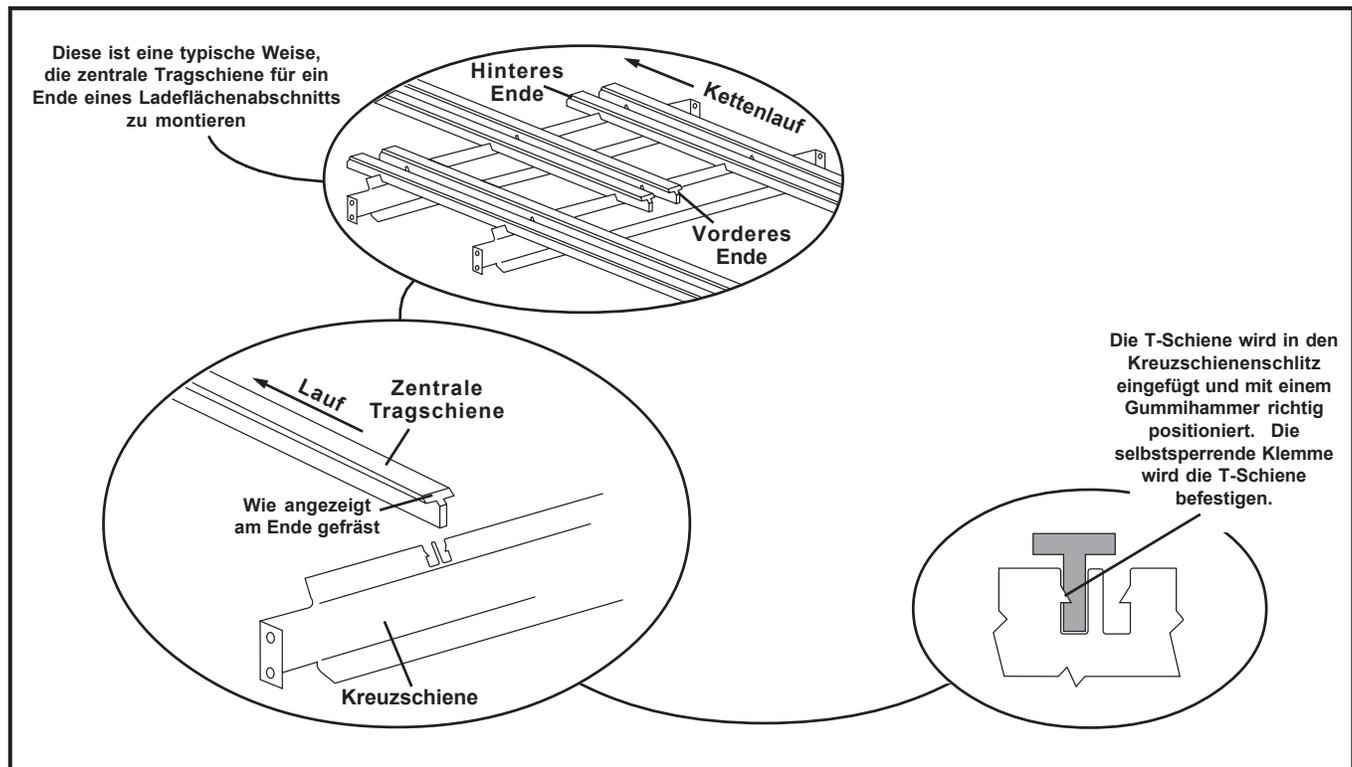
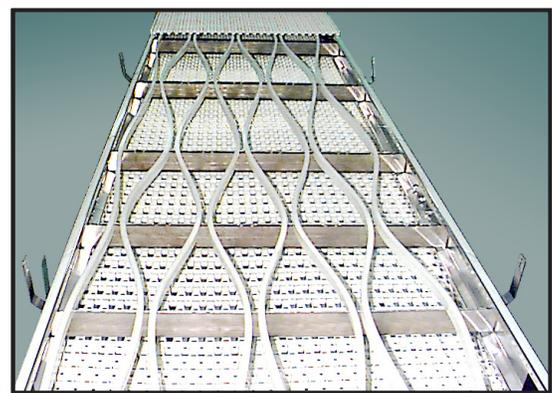

Abbildung 8: Übersicht der Montage der Zentralen Tragschiene
Abbildung 9: Typischer Aufbau der Zentralen Tragschiene
Nachdem die Ladeflächenabschnitte zusammengeschraubt wurden können die Tragschienen montiert werden. Die zentralen Tragschienen (T-Schienen) dienen der Abstützung der oberen Kette in der Produktzone (*Abbildung 8*) und verhindern daher, dass die Kette wegen der Produktladung nach unten neigt. **HINWEIS:** Als Daumenregel benötigen *MonoSpan® Förderbänder und MultiSpan® Förderbänder*, die weniger als 13,21 Zoll (335,60 mm) breit sind, keine zentralen Tragschienen.
- Klopfen Sie mit dem Gummihammer auf die T-Schiene, um diese richtig in den Kreuzschienenschlitz zu stecken. Die selbstsperrende Klemme wird die T-Schiene befestigen (*siehe Abbildung 8*).
- Wiederholen Sie diesen Schritt mit allen anliegenden T-Schienen, so dass die Schienen ein "welliges" Muster auf dem gesamten Förderband erzeugen (*Abbildung 9*).
Zentrale Tragschienen sollten sich durch das gesamte Förderband durchschlängeln, um eine Abnutzung an einem bestimmten Punkt zu vermeiden (*Abbildung 9*). Das Streifenende einer Schiene sollte über das Führungsende der nächsten Schiene herausragen (wie in *Abbildung 8* dargestellt), damit die Abstützung nicht unterbrochen wird. Als allgemeine Daumenregel wird sich bei MaxiSpan® Förderbänder eine zentrale Tragschiene unter jeder zentralen Verbindung der Kette durchweben. MultiSpan® Förderbänder werden eine unterschiedliche Anzahl an zentralen Tragschienen benötigen, je nach dem bestimmten Kettenmuster. Die Anzahl an zentralen Tragschienen für Ihr System wurde während des Kaufs angegeben und sollte auf der schematischen Darstellung angegeben werden.
Falls es notwendig ist, eine zentrale Tragschiene zu zerschneiden und zu kürzen, halten Sie das hintere Ende an der richtigen Stelle und markieren Sie es an der Stelle, an der der Schnitt durchgeführt werden soll (siehe *Abbildung 8*). Wenden Sie Amboss Scheren an, um die zentrale Tragschiene an der Markierung zu zerschneiden. Fräsen Sie das Ende der Schiene ab und montieren Sie die Schiene wie oben aufgezeichnet und beschrieben.